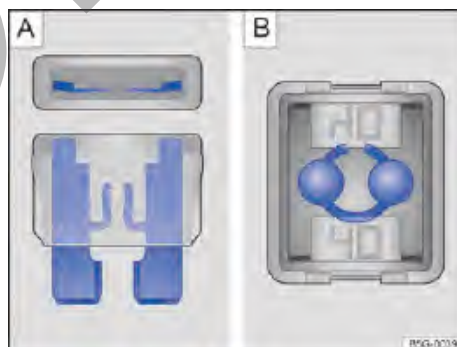

Fig. 213 Fusible quemado: A) fusible plano, B) fusible de bloqueo.
- Un *fusible plano* (ATO®, MINI®) quemado es reconocido desde arriba o desde el costado por la carcasa transparente en las bandas metálicas derretidas → **fig. 213 A**.
- Un *fusible de bloqueo* (JCASE®) quemado es reconocido por las bandas metálicas derretidas desde arriba de la carcasa transparente → **fig. 213 B**.